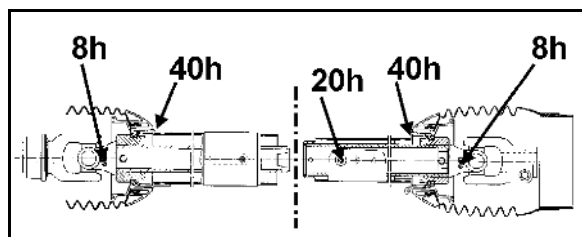

Fig. 94
1. Bring kraftoverføringsakselbeskyttelsen i monteringsposition (Fig. 94).
De løst medfølgende **bolte** M8 x 30 A2-70 er **reservebrydebolte** (Fig. 94/1) til fastgørelse af kraftoverføringsakslens gaffel til koblingsflangen på gearrets indgangsaksel. Smør altid kraftoverføringsakslen med fedt, før den sættes på gearrets indgangsaksel.